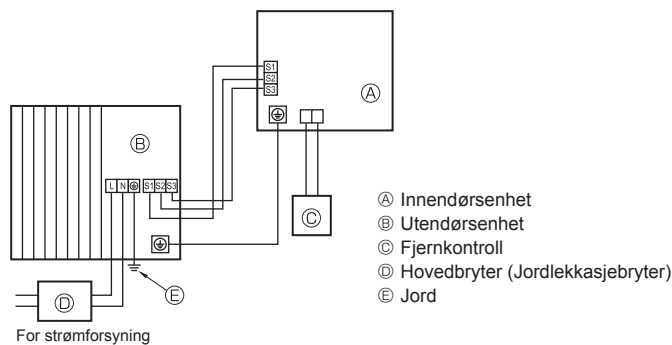
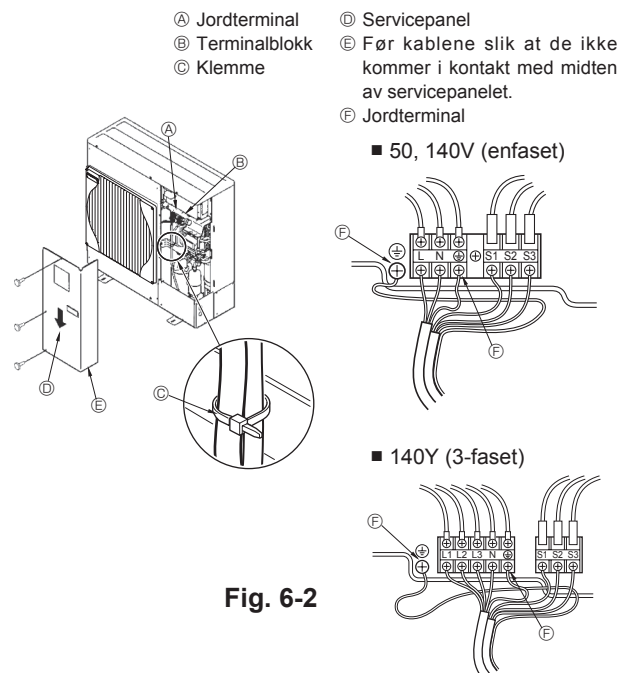

Fig. 6-1
Fig. 6-2
### 6.1. Utendørsenhet (Fig. 6-1, Fig. 6-2)
- 2 Legg kablene ved å se på Fig. 6-1 og Fig. 6-2.